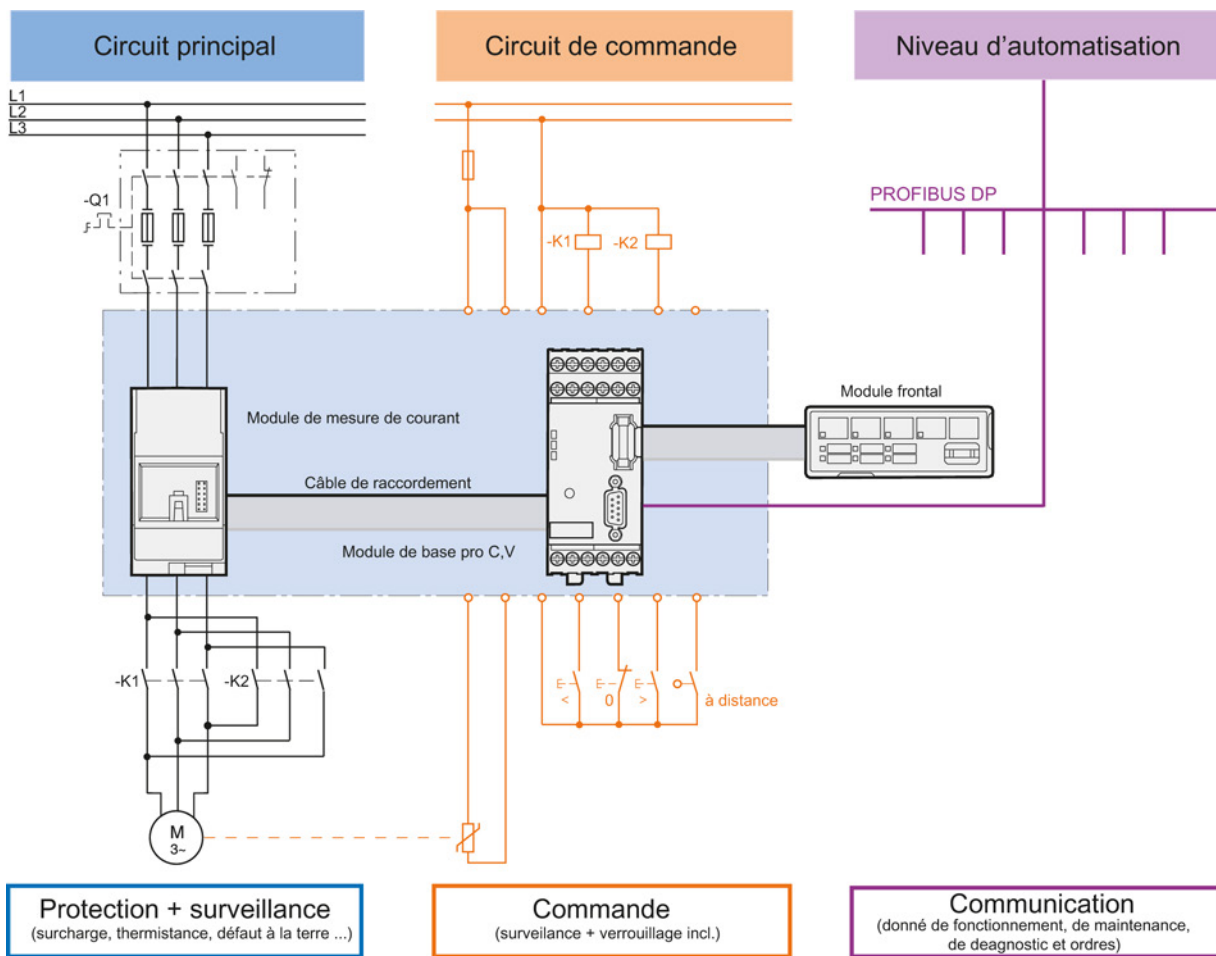

Figure 2-1 SIMOCODE pro V/C, intégré au circuit principal, au circuit de commande et au niveau d'automatisation (API)
- L'intégration de l'ensemble du départ-moteur dans la commande du processus par un système de bus réduit considérablement le travail de câblage entre le départ moteur et l'API (voir fig. 2-1 / 2-2 "SIMOCODE pro, intégré dans le circuit de courant principal, dans le circuit de courant de commande et au niveau automatisation (API)")